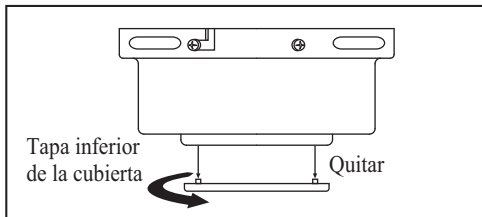

Figura 8
3. Retire la tapa inferior de la cubierta decorativa girándola en sentido contrahorario.3. (Figura 8)